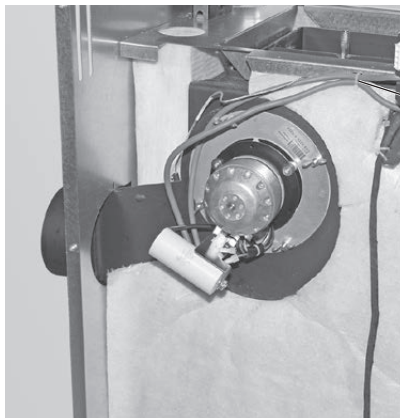

Fig. 27 Riavvitare il ventilatore gas combusti ruotato di 90°
- Riavvitare il ventilatore gas combusti ruotato di 90° – Fig. 27.